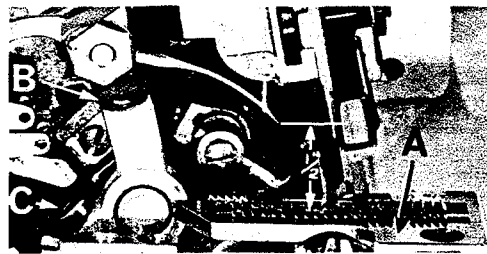

Fig. 3
Bei festgeschraubter Stichplatte (A) soll die Nadelspitze zentrisch im vorderen Teil des Stichloches einstecken. Bei Höchststellung der Nadel soll der Abstand von Nadelspitze bis Stichplatten-Oberfläche (A, Fig. 3) $1\frac{1}{2}" = 12,7 \text{ mm}$ betragen für die Maschinen 39500 QA, QB, QP, QY, RF, RM, RS, SE, SG, SV, SW, TA, TD und TE. Und $15\frac{1}{32}" = 11,9 \text{ mm}$ für Maschinen 39500 RA, RR, SF und TH. Zum Einstellen kann die Nadelhöhen-Einstellehre Teil Nr. G 21227 F benutzt werden. Zwecks Einstellung des Nadelhebels (B, Fig. 3) ist die Pratzschraube (C) zu lösen und der Nadelhebel radial oder axial je nach Erfordernis einzustellen. Als dann ist die Stichplatte wieder zu entfernen.
With throat plate-assembled in position, needle should center in the front end of needle slot. When needle is at high position, needle point should be set $1\frac{1}{2}" = 12,7 \text{ mm}$ above throat plate (A, Fig. 3) for Styles 39500 QA, QB, QP, QY, RF, RM, RS, SE, SG, SV, SW, TA, TD and TE. And $15\frac{1}{32}" = 11,9 \text{ mm}$ for Styles 39500 RA, RR, SF and TH. To align needle or set the height above the throat plate, move needle driving arm (B, Fig. 3) by loosening clamp screw (C). After needle has been set properly, tighten screw (C) and remove throat plate.